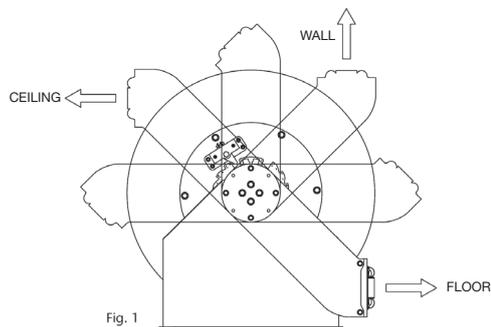
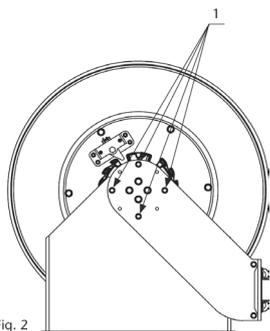

Fig. 1
Fig. 2
The reel can be wall, ceiling or floor mounted. To allow the hose to always be optimally extended, the guide arms can be assembled in 6 different positions (fig. 1). To position these guide arms, loosen and remove the screws (1) (fig. 2) in both arms. At this moment, the spool and the guide arms become loose from the reel frame. Then, just position the guide arms in the desired position and fix them with the same screws.
Slangupprullaren kan monteras på vägg, i tak eller på golv. För att slangens alltid skall vara optimalt uttrullad, kan utloppsarmarna justeras i sex olika positioner (fig. 1). För att justera utloppsarmarna, lossa på bultarna (1) (fig. 2.) på båda armarna. Detta frigör armarna och trumman från stativet. Justera utloppsarmarna till önskad position och skruva dit bultarna.
Der Automatik-Schlauchaufroller kann an Wand, Decke oder Boden montiert werden. Damit der Schlauch in jedem Fall in optimalem Winkel ein- und ausgezogen werden kann, können die Führungsarme in 6 verschiedenen Positionen montiert werden (Abb. 1): Um die Führungsarme in die gewünschte Stellung zu bringen, müssen die Schrauben (1) (Abb. 2) an beiden Armen gelöst und entfernt werden, so dass die Trommel zusammen mit den Führungsarmen vom Rahmen getrennt ist. Daraufhin können die Arme in die gewünschte Stellung gebracht und mit denselben Schrauben wieder befestigt werden.